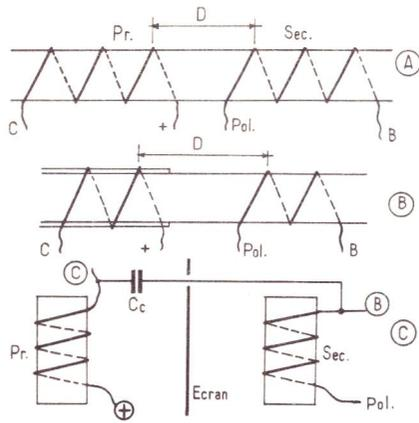

Figure 6
portent que quelques spires. Le couplage ne doit pas être maximum (très fort) comme dans le cas des bobines à un seul enroulement accordé. Voici à la **figure 6** le mode de réalisation d'un transformateur à deux circuits accordés avec accord sur une fréquence élevée de l'ordre de 100 MHz.
Pour l'étude d'un bobinage de ce genre on peut réaliser le dispositif de la **figure 6** (B) sur lequel l'un des enroulements, par exemple PR est fait sur un tube coulissant sur celui du secondaire.